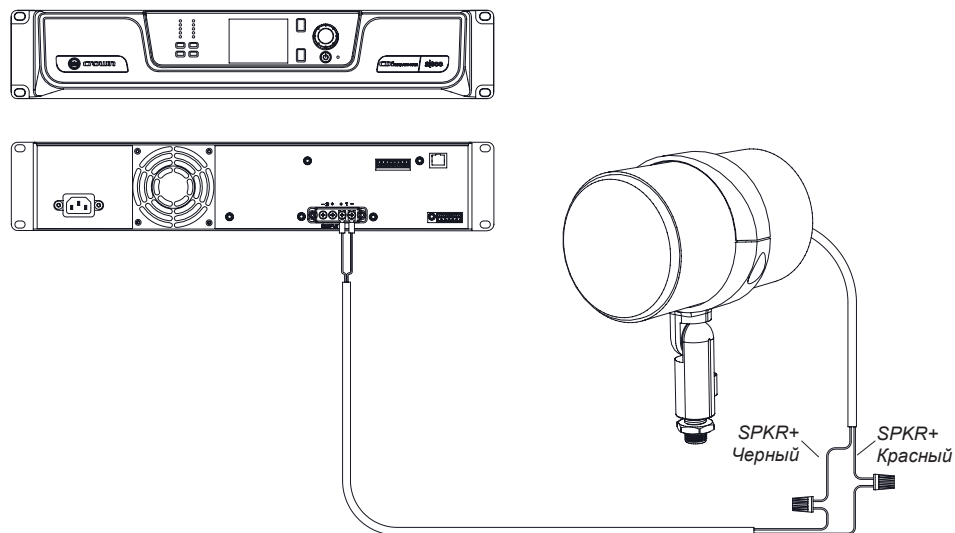

Рисунок 18
2. Подключите красный входящий гибкий провод динамика (+) к проводу (+) от выхода усилителя, а черный входящий гибкий провод динамика (-) к проводу (-) от усилителя (см. рисунок 18). Воспользуйтесь обжимными соединителями или соединительными изолирующими зажимами для надежного подключения. Для повышенной надежности выполните подключение внутри подземной водонепроницаемой электрической распределительной коробки IP65.